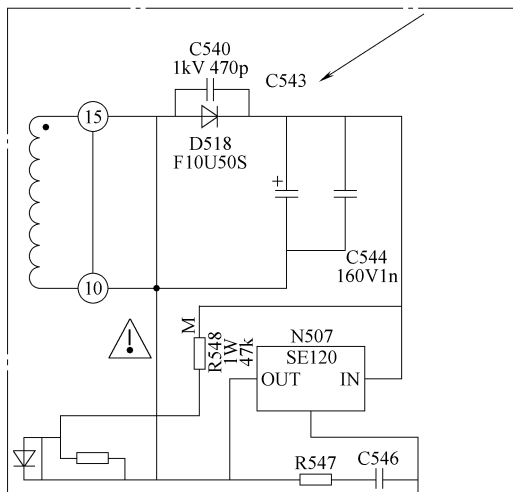

图 5-135 电容 C543 相关电路截图
1) 此类故障可由三个原因造成: ①电源部分; ②待机电源不正常; ③信号处理板总线不正常。
3) 电容 C543 相关电路截图如图 5-135 所示。